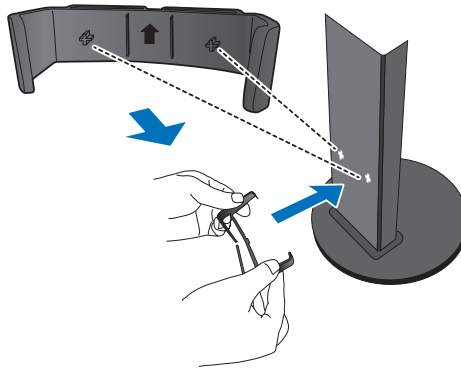

Figura 3
4. Posizionare il supporto cavi sul supporto (**Figura 3**).